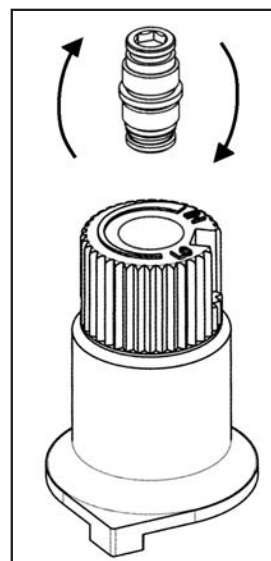

Figure 16: Revirer la vis de la vanne.
- d) Revirez la vis (référez-vous à la figure 16).